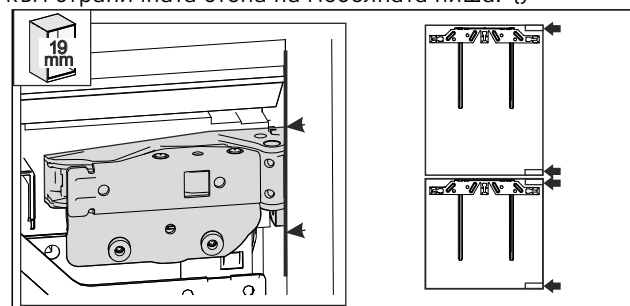

Fig. 57 *
- Странична стена с дебелина 19 mm: предният ръб на пантите е изравнен наравно с предната страна на страничната стена на шкафа. Fig. 57 ()